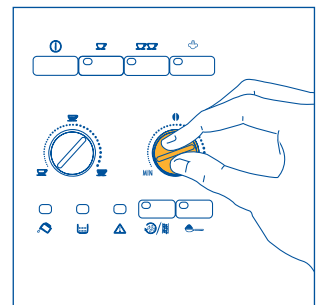
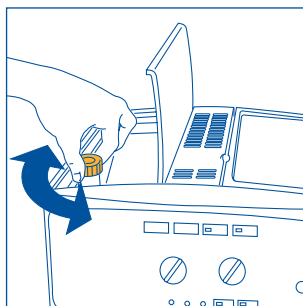

Fig.7
Fig. 17
- 2) Réglez le bouton de droite (fig. 7) pour programmer le goût désiré du café. Plus vous tournez dans le sens des aiguilles d'une montre et plus la quantité de grains à moulinde augmentera et donnera un café plus fort. Lors de la première utilisation, il faut procéder par tentatives et faire plusieurs cafés pour trouver la bonne position du bouton. **Attention à ne pas trop tourner dans le sens des aiguilles d'une montre, le café risquerait de couler trop lentement (goutte à goutte) surtout si vous devez faire deux tasses de café.**
- 7) Pour arrêter la machine, appuyez sur la touche ①. *Avant de s'arrêter, la machine exécute automatiquement un rinçage : un peu d'eau chaude sortira des buses et coulera dans l'égouttoir.* • **Attention à ne pas vous brûler! Si vous n'arrêtez pas la machine avec la touche ①, elle s'éteindra toute seule 3 heures après le dernier usage et après avoir exécuté un bref rinçage.**
**NOTA 1:** Si le café coule goutte à goutte ou s'il ne sort pas du tout, tournez le bouton de réglage de la mouture (fig. 17) d'un cran dans le sens des aiguilles d'une montre (voir § 6). Tournez d'un cran à la fois jusqu'à obtention d'un débit satisfaisant
**NOTA 2:** si le café coule trop vite et que la crème n'est pas satisfaisante, tournez légèrement le bouton de droite (fig.7) dans le sens des aiguilles d'une montre. Procédez par tentatives et faites plusieurs cafés pour trouver la bonne position du bouton. **Attention à ne pas trop tourner dans le sens des aiguilles d'une montre, le café risquerait de couler trop lentement (goutte à goutte) surtout si vous devez faire deux tasses de café.** Si, au bout de quelques cafés la crème obtenue n'est pas satisfaisante, tournez également le bouton de réglage de la mouture (fig.17) d'un cran en sens inverse des aiguilles d'une montre (voir § 6).
Pour résoudre ce problème, il faut régler le degré de mouture du moulin à café en tournant le bouton de réglage (fig. 17) d'un cran en sens inverse des aiguilles d'une montre (voir chap. 6)
Le moulin à café ne doit pas être réglé, du moins au début, puisqu'il est préréglé en usine pour que le café coule correctement. Cependant, si après les premiers cafés le café coule trop vite ou trop lentement (goutte à goutte) vous devez régler le problème en agissant sur le bouton de réglage du degré de mouture (fig. 17). Pour obtenir une sortie plus rapide du café (sans gouttes) tournez le bouton d'un cran (égal à un chiffre) dans le sens des aiguilles d'une montre.